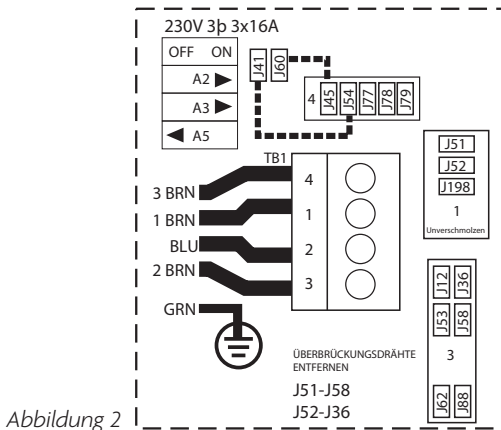

Abbildung 2
ZUSÄTZLICHER ANSCHLUSS: 3-PHASIG (Abbildung 2)
2. Installieren Sie nur Jumper-Drähte erneut, wie in den gestrichelten Linien in Abbildung 2 angezeigt.